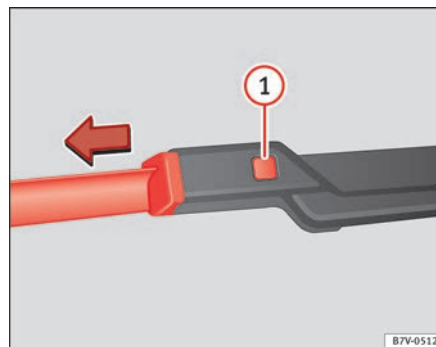

Fig. 158 Cambio de las escobillas del parabrisas.
- Mantenga presionada la tecla de desbloqueo ⇒ fig. 158 ① y tire a su vez ligeramente de la escobilla en el sentido que indica la flecha.